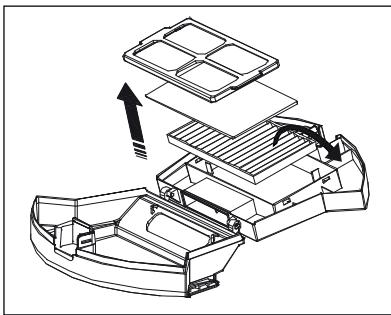

Fig. 10
- 4) Hold i de to flapper på sigtefilteret, og tag det ud af EPA-filterets 7 rum. Tag EPA-filteret 7 og skumfilteret ud af rummet ved at holde på flappen (se fig. 10).